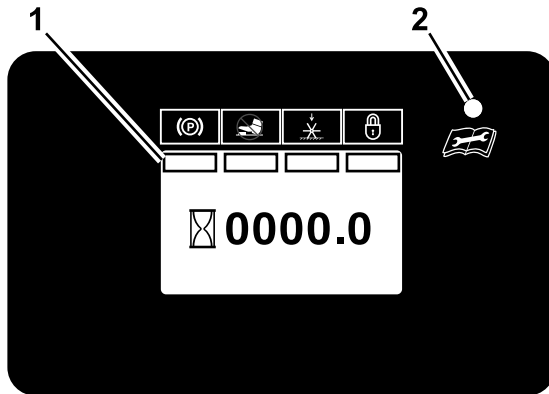
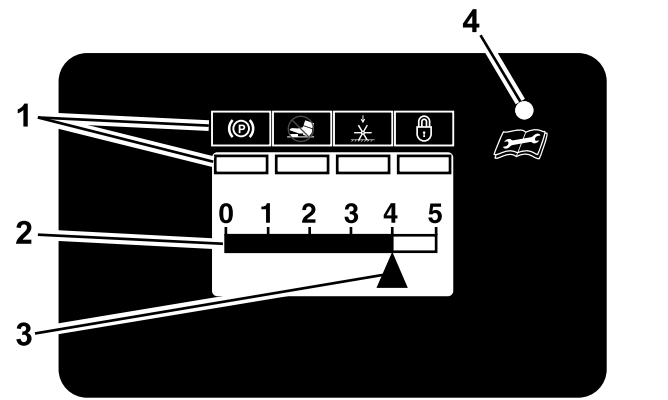

Figure 20
Figure 21
L'écran par défaut (Figure 20) s'affiche après les écrans de démarrage.
Une valeur plus élevée sur la barre d'état (Figure 21) augmente la longueur des carottes d'aération tandis qu'une valeur inférieure la réduit.
La diode utilise plusieurs couleurs (Figure 20 et Figure 21) pour indiquer l'état du système :
- Pour bloquer le réglage, tournez 5 fois la clé de contact de la position ARRÊT à la position CONTACT. La diode d'état s'allume sur l'affichage d'engagement des louchets (voir Figure 21).